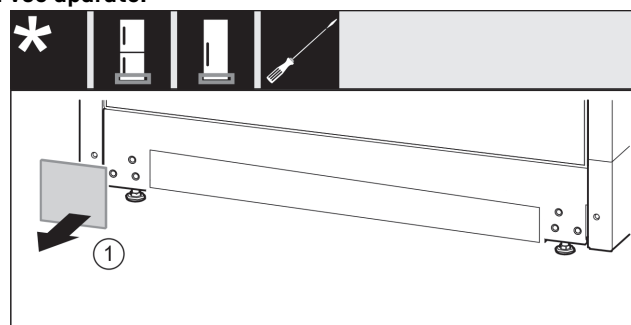

Fig. 16
- ▶ Snemite pokrov Fig. 16 (1).